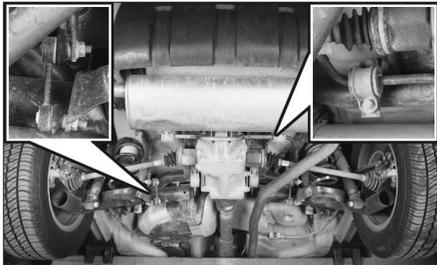

FIG. 33
- Déposer la barre stabilisatrice comme illustré (Fig.33), en déposant les fixations (5) et (6).